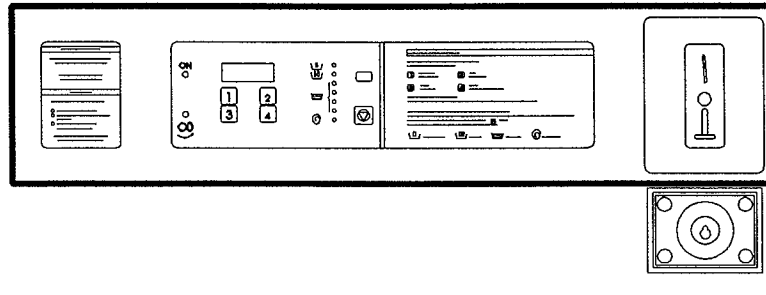

fig. 3
- **COIN MICROPROCESSOR Version (CM) (fig.3)**
- Variante **COIN MICRO-PROCESADOR (CM) (fig.3)**
- Version **COIN MICRO-PROCESSEUR (CM) (fig. 3)**